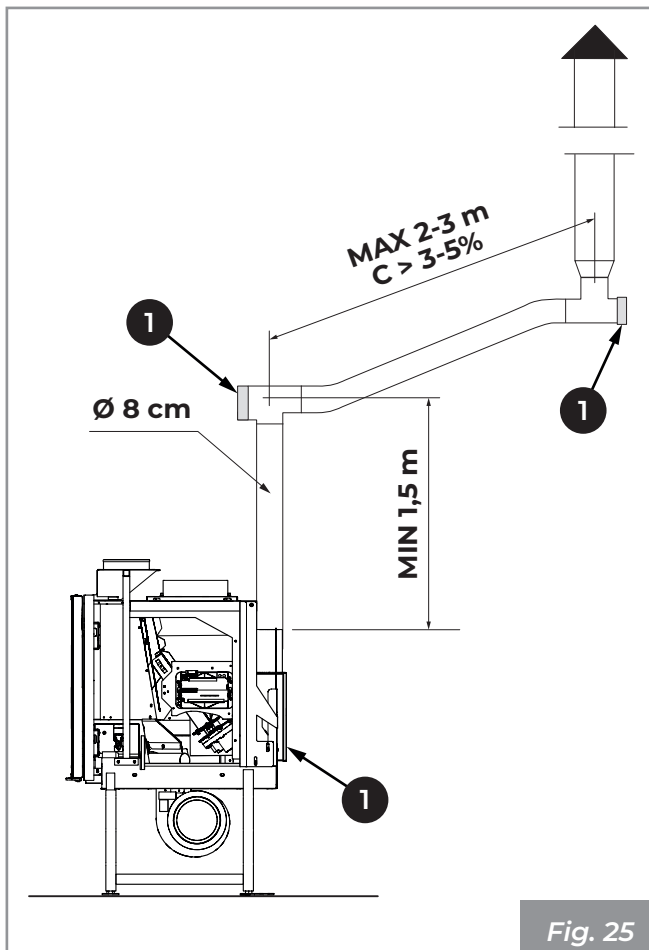

Fig. 25
Se recomienda hacer un máximo de 3 cambios de dirección, además del resultante de la conexión trasera del aparato a la chimenea, utilizando curvas de 45 - 90° o racores en T (**Fig. 25**).
Utilizar siempre un empalme con forma de T con tapón de inspección (1) para cada variación horizontal y vertical del recorrido de descarga de humos (**Fig. 25**).
Los tramos horizontales deben tener una longitud máxima de 2-3 m con una pendiente hacia arriba de 3-5% (**Fig. 25**).